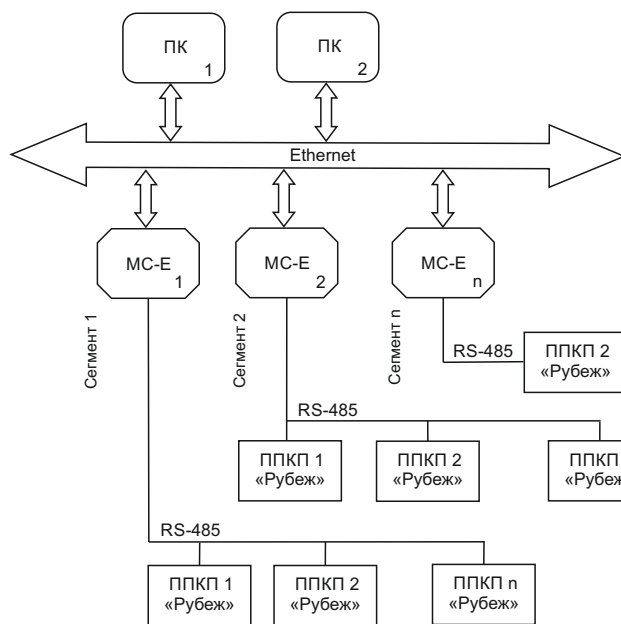

Рисунок 1
– максимальное количество ПК, используемых для одновременного мониторинга системы, не более двух (Рисунок 1).